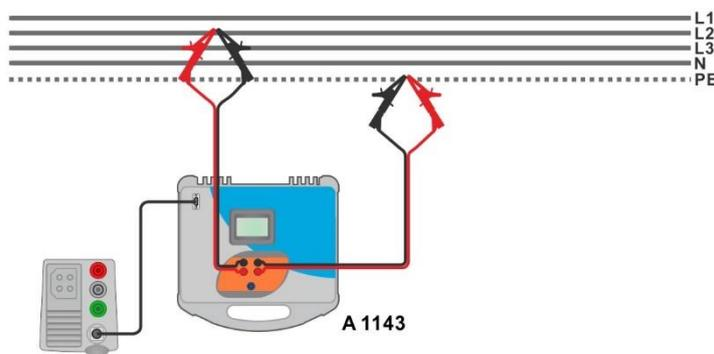
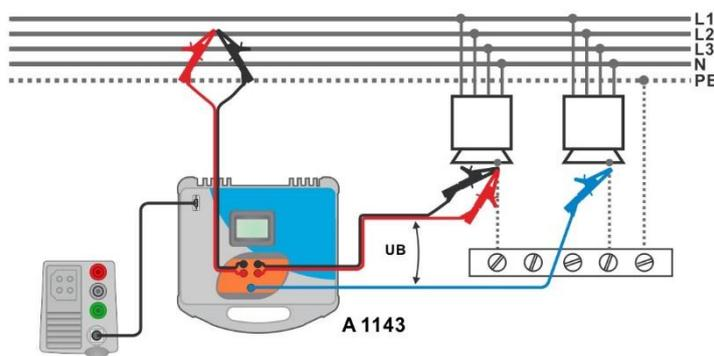

Figura 7.49: Medición de impedancia de bucle de alta precisión – conexión de A 1143
Figura 7.50: Medición de tensión de contacto – Conexión de A 1143
- ▶ Conecte las puntas de prueba al objeto a prueba, vea la **Figura 7.49** y **Figura 7.50**.